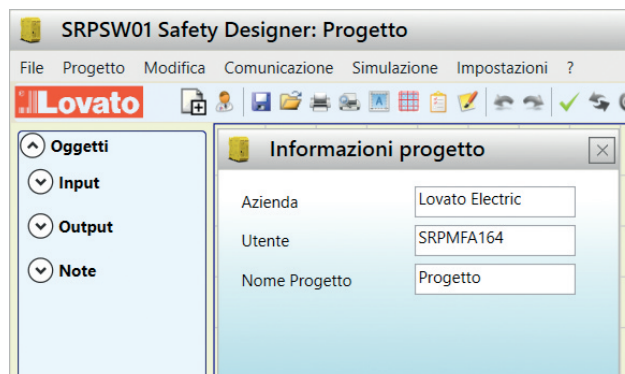

Figura 16
- Selezionando l'icona  della barra degli strumenti standard ha inizio un nuovo progetto. Compare la richiesta identificazione utente (Figura 16).